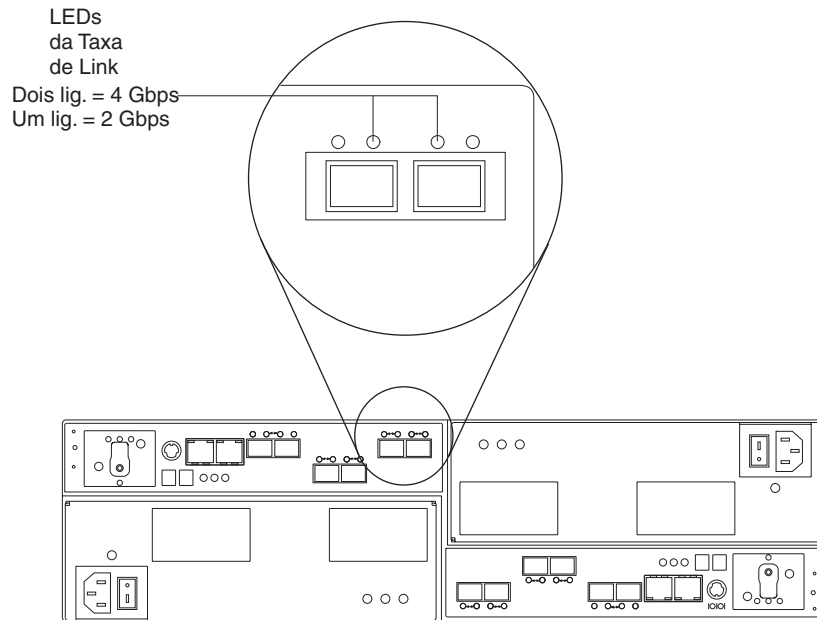

Figura 81. LEDs da Taxa de Link
2. Localize os LEDs indicadores de taxa de link. A Figura 81 mostra o local dos indicadores luminosos da taxa de link na parte posterior do subsistema de armazenamento.
4. Localize a chave de taxa de link. A Figura 81 mostra o local do indicador luminoso da taxa de link na frente do módulo de comando.